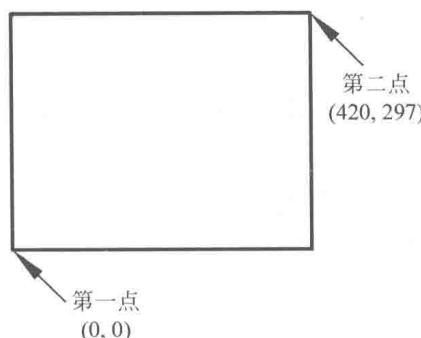

图 1-5 用矩形命令绘制边框
- ① 利用键盘输入“0,0”，按 Enter 键确定第一点。
- ② 输入“420,297”，按 Enter 键确定第二点，如图 1-5 所示。
单击“标准”工具栏上的“保存”按钮 ，出现“图形另存为”对话框，在“保存于”列表中选择保存文件夹，在“文件类型”列表中可以选择保存文件的类型，在“文件名”文本框输入图形文件名，如图 1-5 所示，单击“保存”按钮，完成 AutoCAD 图形绘制。